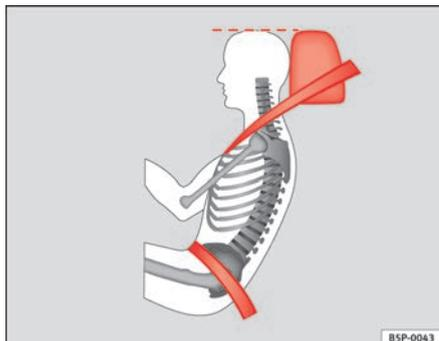

Fig. 13 Sangle bien ajustée et appui-tête correctement réglé (vue de côté)
- La sangle sous-abdominale de la ceinture de sécurité doit passer devant le bassin, jamais sur le ventre. La ceinture de sécurité doit s'appliquer bien à plat sur le bassin et l'enserrer fermement ⇒ **fig. 13**. Le cas échéant, resserrez légèrement la sangle.